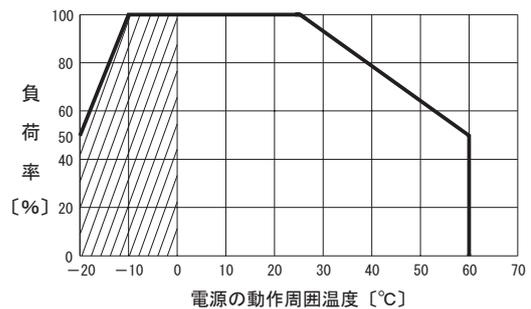
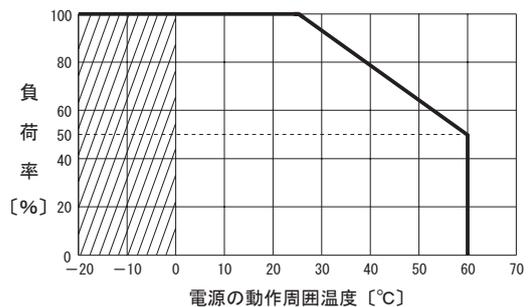

図 5.16 PLA300F 動作周囲温度によるディレーティング特性 (-F4)
図 5.17 PLA600F 動作周囲温度によるディレーティング特性 (-F4)
- ・標準品との相違点は図 5.16, 図 5.17 の通りです。